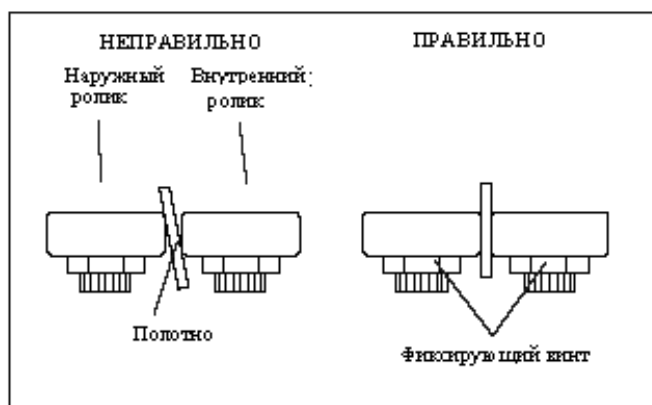

Рисунок 13: Ориентация полотна к подшипнику
4. Установите положение подшипника, повернув вкладыш. Установите зазор примерно в 0,001 дюйма. Полотно должно находиться в вертикальном положении между подшипниками. (См. рисунок 13.)